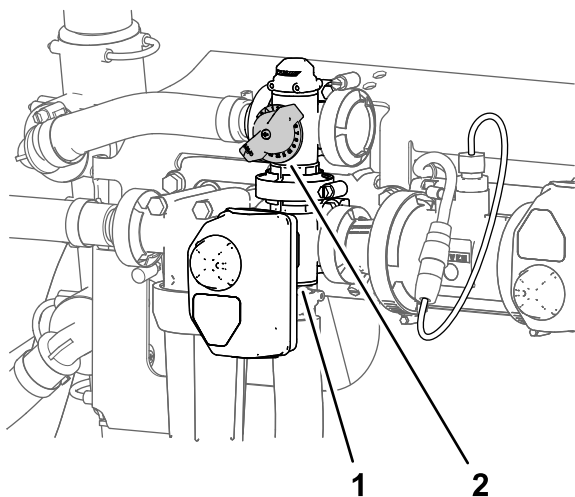

Рисунок 41
10. Отрегулируйте перепускной клапан перемешивания (Рисунок 41) на задней стороне клапана перемешивания так, чтобы давление в системе опрыскивания, показываемое манометром, составляло 689 кПа.